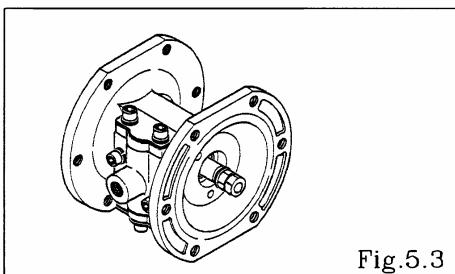

Fig.5.3
- Retire el disco central y el diafragma del lado opuesto utilizando la tuerca doble. [Fig. 5.3]